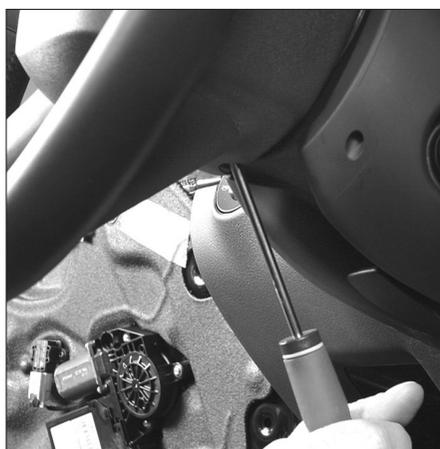

Fig. 1
- Tourner le volant successivement de manière à ce que les 2 vis Torx (T30) soient accessibles (Fig.1).